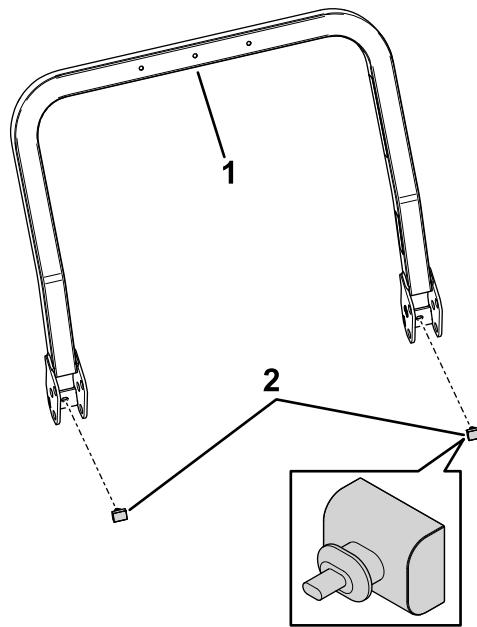

Figura 11
4. Localize o tubo da barra de segurança superior. Instale os 2 para-choques de borracha (Figura 11).